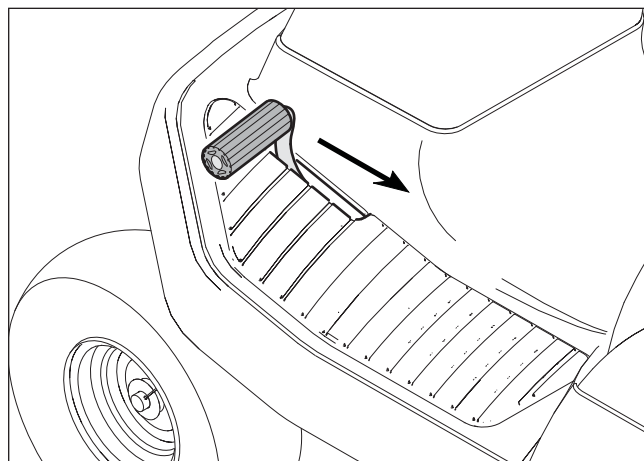

Figura 13
2. Sollevare lentamente il piede di sinistra dal pedale del freno (vedere **Figura 13**).
1. Premere del tutto il pedale della frizione/freno (vedere **Figura 13**).
1. Per fermare l'unità premere completamente il pedale della frizione/freno (vedere **Figura 13**). Mantenere il piede sul pedale.